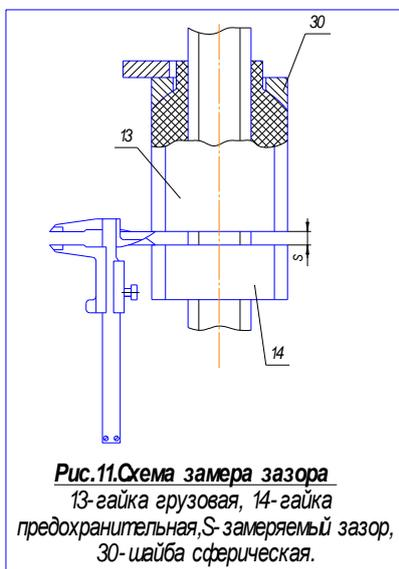

Рис.11.Схема замера зазора
8.5. Внимание! Ежедневно следите за чистотой и смазкой винтовых передач, осматривайте резьбу грузовых винтов, следите за зазором S (*рис.11*) между предохранительной и грузовой гайками. При уменьшении зазора более чем на
Предохранительные гайки выставить относительно грузовых с зазором 3-6 мм (*рис.11*).
замерить зазор между грузовой и предохранительной гайками на каждой стойке по схеме рис.11.
11.2.Произведите подъем без автомобиля на высоту около 1500 мм и проверьте зазоры между грузовыми и предохранительными гайками (рис.11).
- проверку зазоров между грузовыми и предохранительными гайками всех стоек (рис.11). При уменьшении зазоров на 1,5 мм относительно первично зарегистрированных, необходимо заменить грузовые гайки.